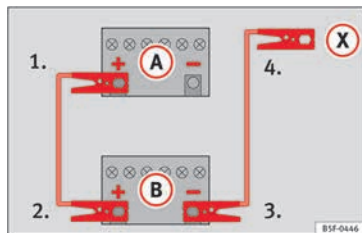

Fig. 78 Esquema de conexión para vehículos sin sistema Start Stop.
2. Emborne un extremo del cable **rojo** de emergencia al polo positivo (+) del vehículo con la batería descargada (A) » » » fig. 78.
3. Emborne el otro extremo del cable **rojo** de emergencia al polo positivo (+) del vehículo que suministra la corriente (B).
4. *En los vehículos sin sistema Start-Stop:* emborne un extremo del cable **negro** de emergencia al polo negativo (-) del vehículo que suministra la corriente (B) » » » fig. 78.
– En los vehículos con sistema Start-Stop: emborne un extremo del cable **negro** de emergencia (X) a un terminal de masa adecuado, a una pieza de metal maciza que